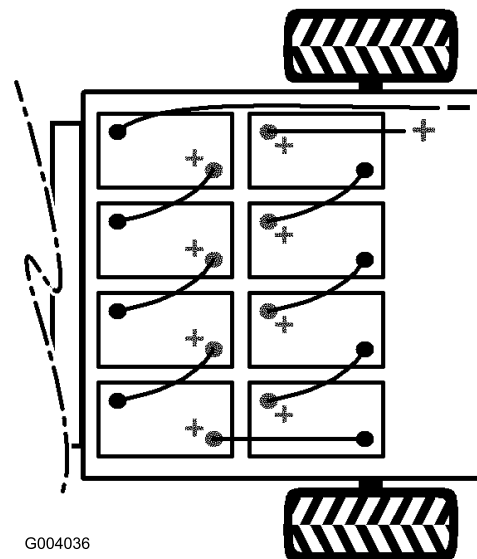

Bild 38
2. Schließen Sie das lange, schwarze, negative Hauptkabel zwischen dem Batterieverteiler und dem Fahrzeug von der Batterie ab (Bild 38).
3. Schließen Sie das lange, rote, positive Hauptkabel zwischen dem Batterieverteiler und dem Fahrzeug von der Batterie ab (Bild 38).
Hinweis: Achten Sie auf die Batteriepolartät, wenn Sie neue Batterien einsetzen (Bild 38).
- Verbinden Sie die Batterien mit den vorher abgenommenen Batteriekabeln, siehe Bild 38.
- Schließen Sie das lange, rote, positive Kabel zwischen dem Batterieverteiler und dem Fahrzeug an (Bild 38).
- Schließen Sie das lange, schwarz, negative Hauptkabel zwischen dem Batterieverteiler und dem Fahrzeug an (Bild 38).